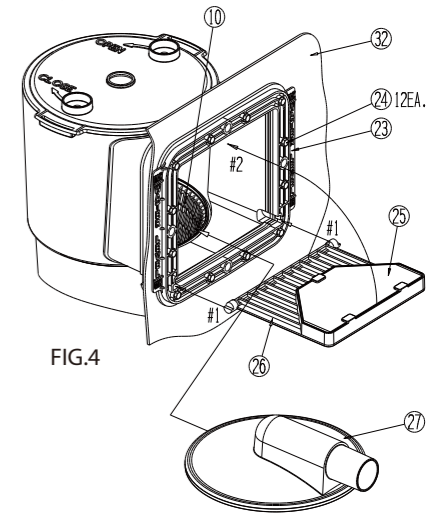

FIG.4
E. Coloque el Cartucho del Filtro (9) y el Cesto del Colador (10) de vuelta en el Contenedor del extractor de espuma (8). Es importante que el Cartucho del Filtro (9) se deslice sobre Tuerca de Retención de la Bomba (7) y selle el fondo del contenedor de tal forma que el Cesto del Colador (10) se asiente en la abertura dentro del contenedor. Vea la Fig. 4. Coloque la Tapa de Seguridad (11) en la tapa del Contenedor del extractor de Espuma (8) y asegúrelo en su lugar girándolo en sentido de las manecillas del reloj hasta que quede cerrado. Presione el Relleno de la Espuma Vertedora (25) en el Vertedero (26) y de los bordes para fijarlo en su lugar. Tome el Vertedero (26) y deslícelo dentro de las aberturas, levántelo como lo muestra la flecha en la Fig. 4, para asegurarlo en su lugar. NOTA: El vertedero SOLAMENTE puede presionarse en las aberturas como muestran las Flechas #1 en la Fig. 4, sosteniéndolo en forma horizontal.
F. Después de que la alberca se ha llenado, (Vea NIVEL DE AGUA Fig. 4) revise las conexiones de las mangueras y las partes para asegurarse de que no haya fugas de agua. Si encuentra alguna fuga, vea #4 en la guía de Resolución de Problemas en la pág. 8.
B. **ADAPTADOR DEL ASPIRADOR; permite aspirar su alberca,** vea parte #27 FIG 4. El ADAPTADOR DEL ASPIRADOR está incluido en la unidad del EXTRACTOR, será necesario que compre una Aspiradora, mango de aspirador y una manguera de aspiradora de su proveedor local de albercas, también los centros de mejoras para el hogar, y tiendas grandes de distribución algunas veces manejan estos artículos como de temporada y varían de los económicos a los de lujo.
C. Para instalar el ADAPTADOR DEL ASPIRADOR apague la bomba, remueva la parte del VERTEDERO #26 FIG.4, vea la sección en la instalación del VERTEDERO en la página 4 (paso E) y revierta el proceso bajando el VERTEDERO y deslizándolo a través de las aberturas en la CARATULA parte #23 mostrada en la FIG. 4. Coloque el VERTEDERO en un lugar seguro porque necesitará reinstalarlo después del aspirado para que el extractor funcione adecuadamente.